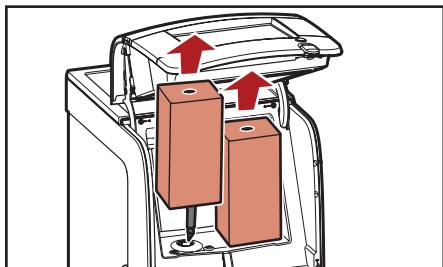

Fig. 5.8 - Enlevez les bols de mélange
3. Retirez les paquets de produit (fig. 5.8).